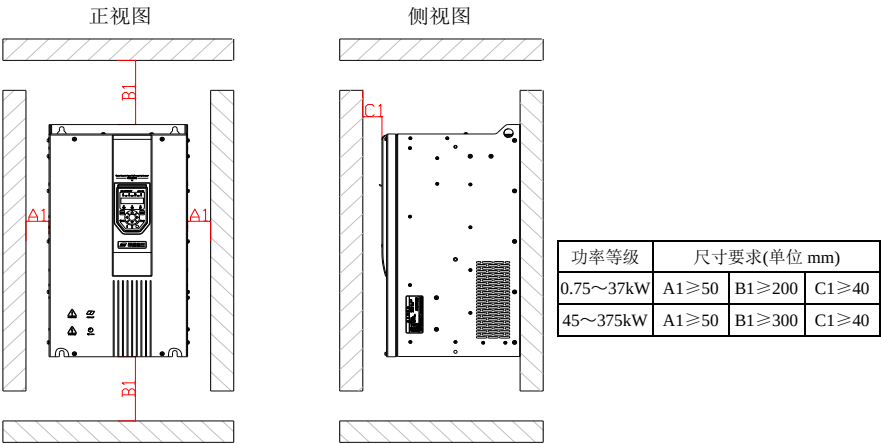

图 3-2 单台机器(Hope530G0.75T4-H~Hope530G375T4-H)安装间隔
- 安装空间要求如图3-2所示，需保证变频器有足够的散热空间，预留空间时请考虑柜内其它器件的散热情况；